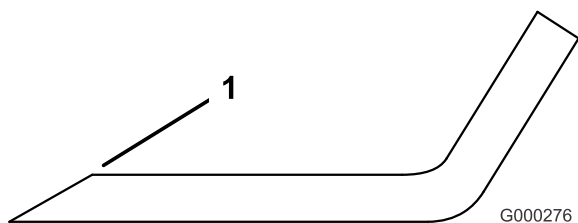

Figura 79
1. Utilice una lima para afilar el filo de corte en ambos extremos de la cuchilla (Figura 79). Mantenga el